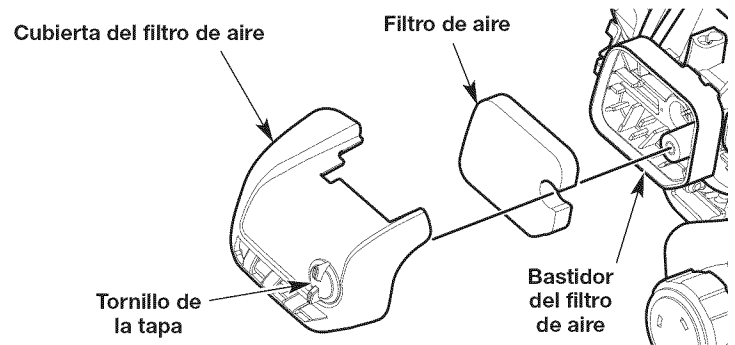

Fig. 22
1. Abra la tapa del filtro de aire desenroscando el tornillo correspondiente (Fig. 22).
2. Extraiga el filtro de aire de su alojamiento (Fig. 22).